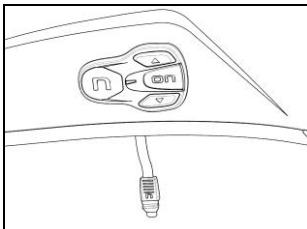

Fig. 27
- Adherir el teclado sobre la calota y apretar bien sobre toda la superficie para que se pegue (Fig. 27).